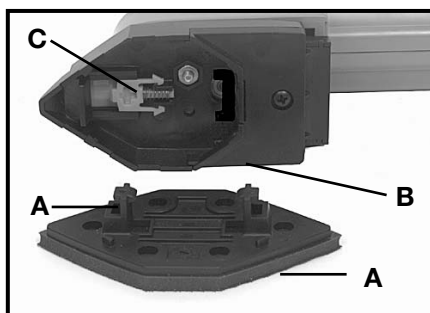
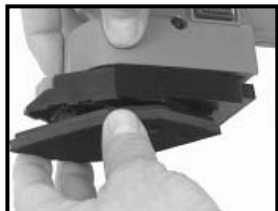

Fig. 7
Fig. 8
Chaque patin et support de gabarit de la ponceuse à gabarits s'installe de la même manière. Chaque patin et support est équipé de deux broches de montage «A» (Fig. 7).
La première broche s'introduit dans l'orifice «B» (Fig. 7) de la ponceuse, et la seconde est verrouillée par la languette «C» (Fig. 7). Ces broches sont symétriques, permettant aux patin ou support d'être inversé. Cela permet non seulement l'utilisation des deux extrémités pointues de la feuille d'abrasif, mais aussi de trouver la position de support la mieux adaptée à l'application en cours.
1. Introduisez l'une des deux broches du patin (ou support de gabarit) « A » dans l'orifice « B » (Fig. 7) de la ponceuse à gabarits (voir Fig. 8).